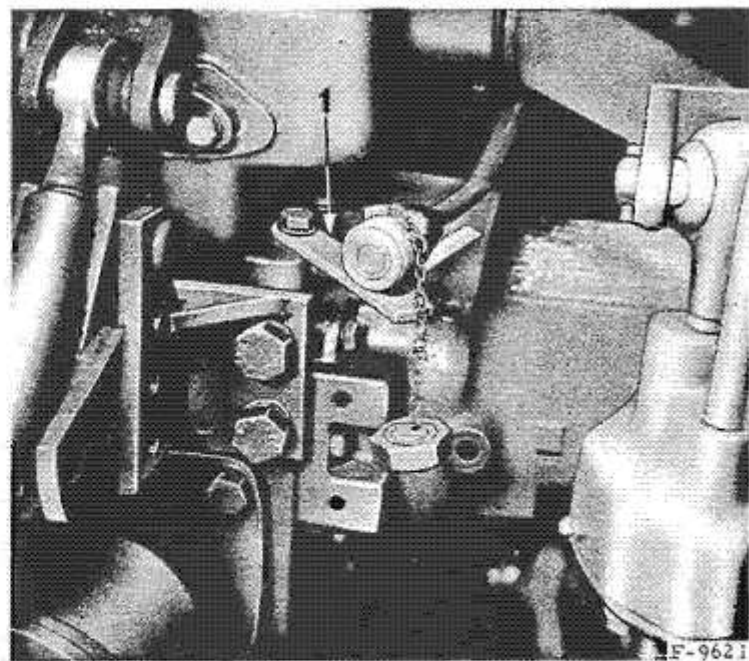

Fig. 37. - Fixation de la tuyauterie de raccordement du vérin auxiliaire.
5. Pour terminer le montage, fixez la tuyauterie de connexion directe au distributeur et à l'arrière sur la semelle du relevage (1, fig. 37).